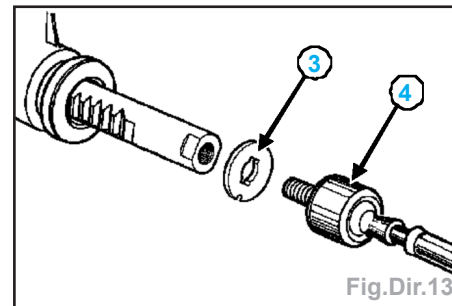

Fig.Dir.13
- Remplacer impérativement la rondelle (3) (Fig.Dir.13).
- la rondelle (3),
- la rotule axiale (4).